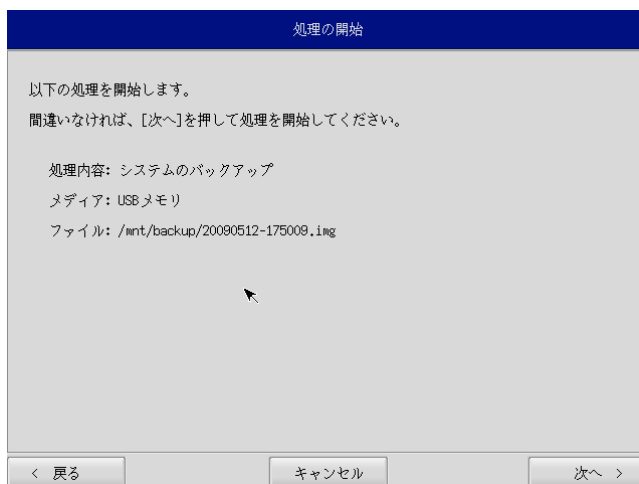

図 6-3-4. 確認画面
- ⑨ 確認画面（図 6-3-4）が表示されます。メディア、パーティション、保存ファイルを確認します。[次へ]ボタンを押します。